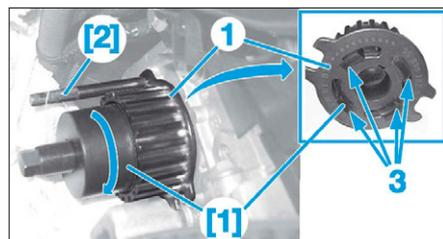

FIG. 39
- Placer l'outil [1] dans les gorges (3) de la poulie de pompe haute pression (1) (Fig.39).
- Serrer la vis de l'outil [1] pour extraire la poulie (1) de la pompe haute pression.